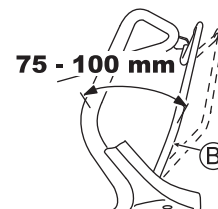

Fig. 26
Réglez de telle façon que la machine fonctionne (l'embrayage s'engage) lorsque la distance entre le levier d'embrayage (B) et le guidon est de 75 - 100 mm ainsi qu'illustré dans la Fig. 26.